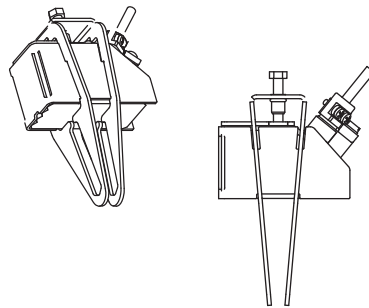

Abb. 3.8: Sensor in Sensorhalterung
- Schieben Sie den Sensor in die Sensorhalterung (siehe Abb. 3.8).